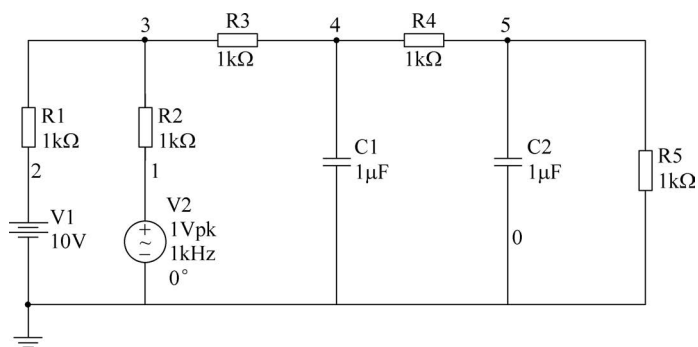

图 5.2.2 待分析电路
【例 5.1】 试求图 5.2.2 所示的电路的直流工作点。
(1) 新建电路原理图,操作步骤参见 2.2.5 节,按图 5.2.2 创建电路。
(2) 单击菜单栏中 Edit 菜单下 Properties 命令,在 Sheet Visibility 选项卡下,选定 Net names 中的 Show all 的设置,得到电路如图 5.2.2 所示,节点全部显示在电路原理图中。